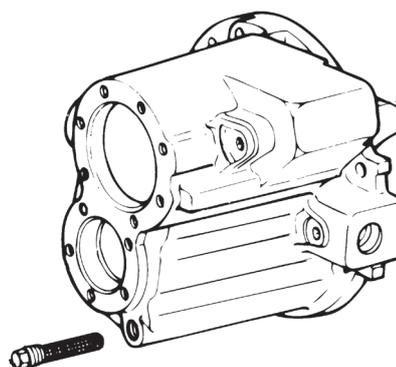

Figura 5.77
14. Instale o conjunto do filtro de óleo e o tampão na linha de sucção na frente da caixa do diferencial. Aperte o conjunto do tampão e do filtro com 65 N.m (48 lb-ft). Figura 5.77